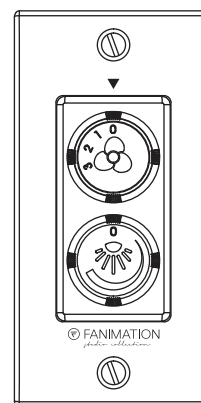

Figura 2
Debe colgar el ventilador a una distancia mínima de 2,13 m desde las aspas hasta el piso. (Figura 2)
2. Configure el interruptor de la luz y la manilla del control instalado en la pared en la posición desactivado (0).
3. Realice las conexiones de los cables y fíjelo con las tuercas de los cables suministrados. (Figura 2)
2. Coloque y ajuste firmemente la cubierta para el tornillo de la base sobre los tornillos de reborde de la abrazadera para colgar mediante el mecanismo de seguro por giro del chavetero. (Figura 2)
2. Retire uno de los tres tornillos en el ensamble de la placa de iluminación. Afloje ligeramente los dos tornillos restantes. Conecte el cable negro desde el ensamble de la placa del portalámpara al cable negro del ensamble del motor y conecte el cable blanco desde el ensamble de la placa del portalámpara al cable blanco del ensamble del motor. (Figura 2)
2. Funciones de control de pared: (Figura 2)